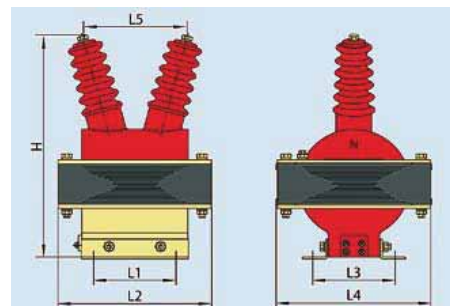

Рис. 6.1 Внешний вид и монтажные размеры трансформатора напряжения JDZ 3, 6, 10
6.1 Внешний вид и монтажные размеры трансформатора напряжения JDZ-3, 6, 10 (см. рис. 6.1, таблицу 6.1)